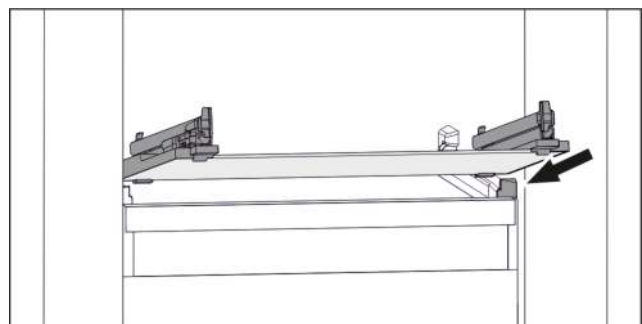

Fig. 64 Beispielhafte Darstellung der Glasplatte
- ▶ Glasplatte schräg hinter den Stoppnern aufsetzen. (siehe Fig. 64)